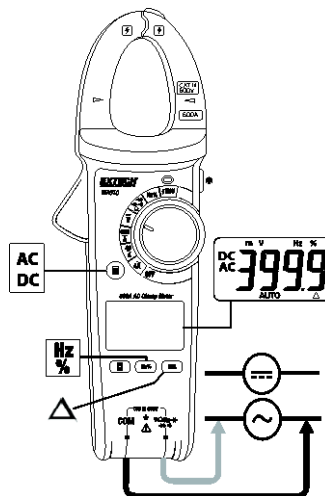

Fig. 3 Medición de voltaje CA/CD
3. Inserte el conector banana del cable negro de prueba en el enchufe negro (COM) y el conector banana del cable rojo en el enchufe rojo (V). Ver Fig. 3.